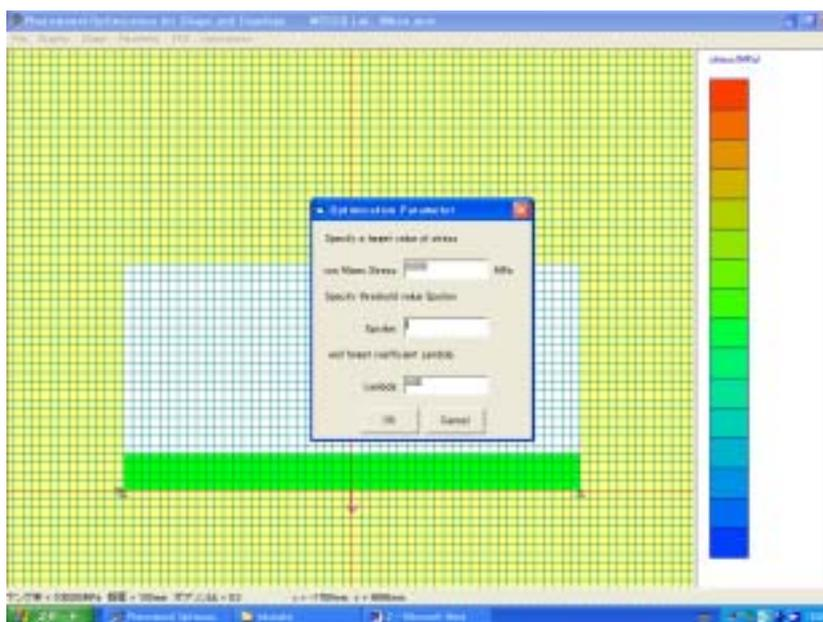

Fig.11
9. 次に同じ Parameter メニュー内の Optimization Parameter を選択します。開いたウィンドウで、目標応力値を 0.008 MPa , Lambda を 0.05 と入力します。これで全ての設定が終了しました。(Fig.11)